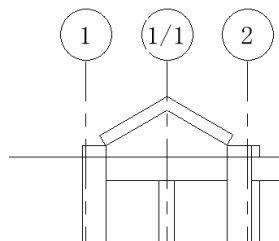

图 6-61 绘制梁
(5) 捕捉轴线 1 上柱的右端点为起点, 绘制角度为 30° 的梁, 然后捕捉轴线 2 上柱的左端点为起点, 绘制角度为 30° 的梁, 结果如图 6-61 所示。